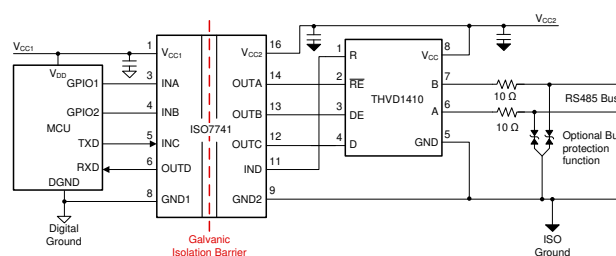
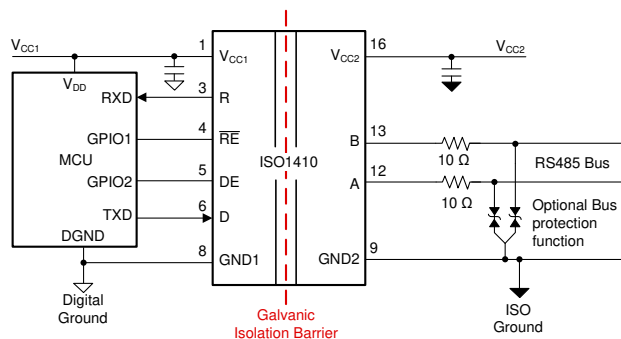

図 1. ISO7741 と THVD1410 を使用した絶縁型 RS-485 のディスクリート実装
図 2. ISO1410 を使用した絶縁型 RS-485 の統合設計
RS-485 システムの信号を絶縁するには、一般的な方法が 2 つあります。1 つ目の方法は、デジタルアイソレータと RS-485 トランシーバを使用するディスクリート設計です。この設計では、イネーブル (RE、DE) 信号、送信 (D) 信号、および受信 (R) 信号は、MCU と RS-485 トランシーバの間に ISO7741 などのデジタルアイソレータを使用して絶縁します。図 1 に、ISO7741 と THVD1410 などの RS-485 トランシーバを使用したこの設計の例を示します。ディスクリート設計の主な利点の 1 つは、特定のアプリケーションに最適なトランシーバを選択できる柔軟性です。ただし、ディスクリート設計は、マルチチップ設計であるため、追加の基板面積が必要となるという欠点があります。
この設計は、アイソレータとトランシーバを 1 つのパッケージに統合することで、ディスクリート設計よりもシステムレベルの基板面積を削減できます。図 2 に、図 1 のディスクリート設計を ISO1410 に置き換える方法を示します。